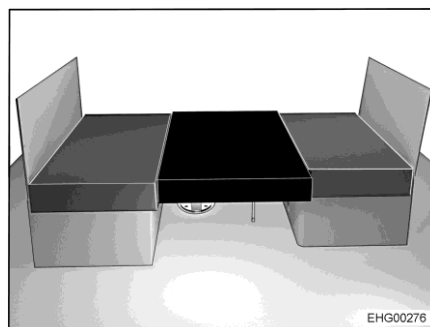

Fig. 54 Después de la transformación
- Colocar el cojín adicional en el tablero de la mesa (Fig. 54).